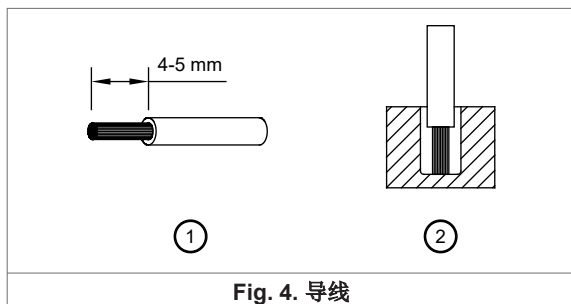

Fig. 4. 导线
为了确保接线可靠及耐冲击, 剥线长度需维持在 4-5 mm, 推荐如 Fig. 4, ①。请确保电线依据 Fig. 4, ② 插入连接端子。为了确保安全和完整的连接, 必须在把所有的线股完全插入端子后再把螺钉锁紧。